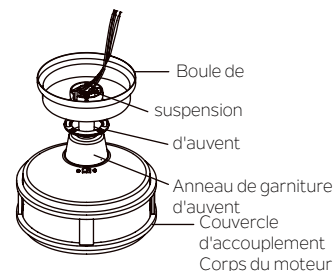

Fig. 9
**Étape 5.** Glissez le couvercle de l'accouplement, l'anneau de garniture de l'auvent et l'auvent sur la tige de descente. Remettez soigneusement en place la boule de suspension sur la tige de descente. S'assurer que la goupille cruciforme est dans la bonne position, que les vis de réglage sont serrées et que les fils ne sont pas torsadés. (Fig.9)